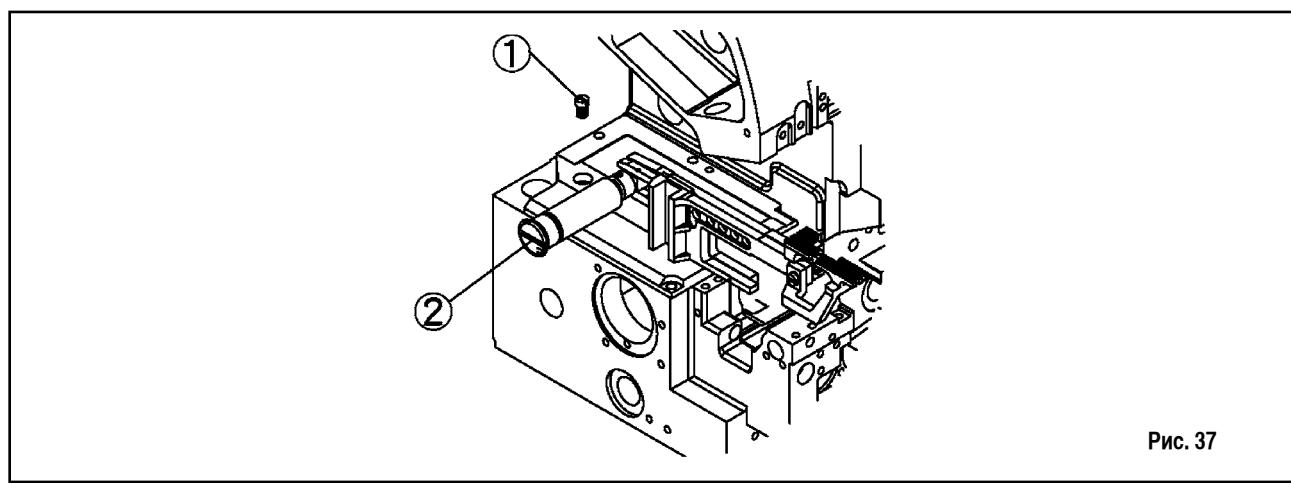

Рис. 37
2. Отрегулируйте устройство подачи по горизонтали (Рис. 37)